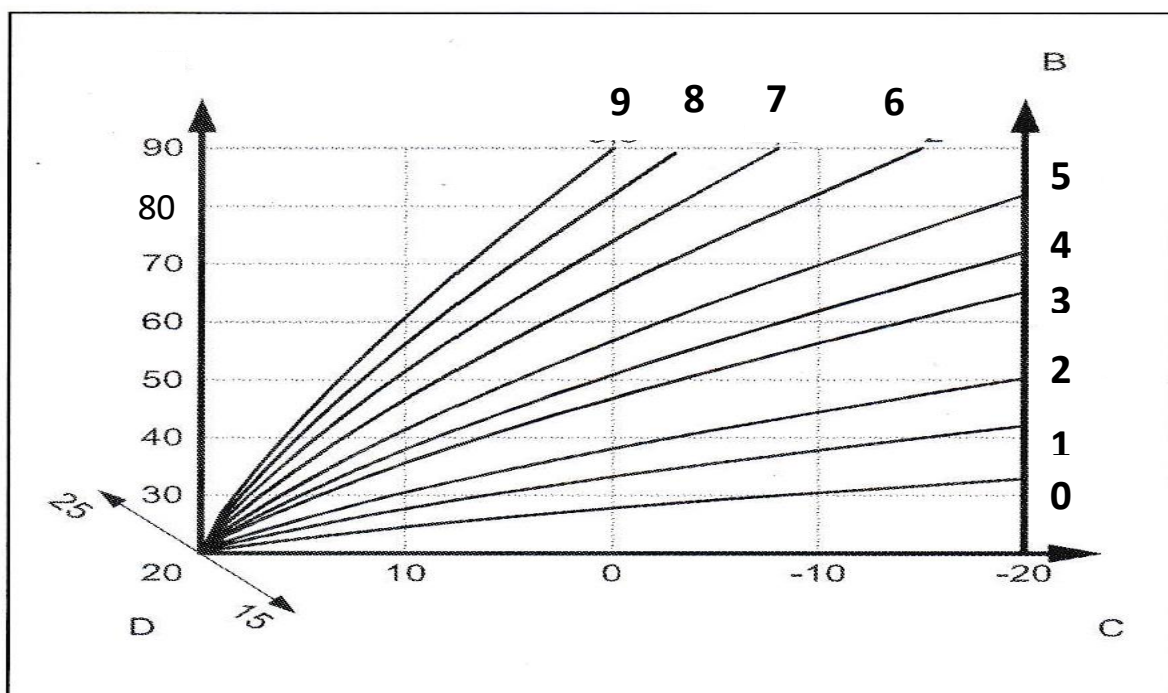

Рисунок 10
17.1 График зависимости (рис.10) имеет 10 кривых (от 0 до 9) и отражает соотношение между температурой наружного воздуха и расчетной температурой в отопительной системе.